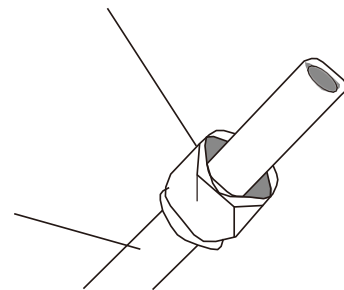

Figura 5.3
3. Coloque tuercas abocardadas en ambos extremos de la tubería. Asegúrese de que apunten en la dirección correcta, porque no podrá ponerlas ni cambiar la dirección después del abocardamiento. Consulte la Figura 5.3.